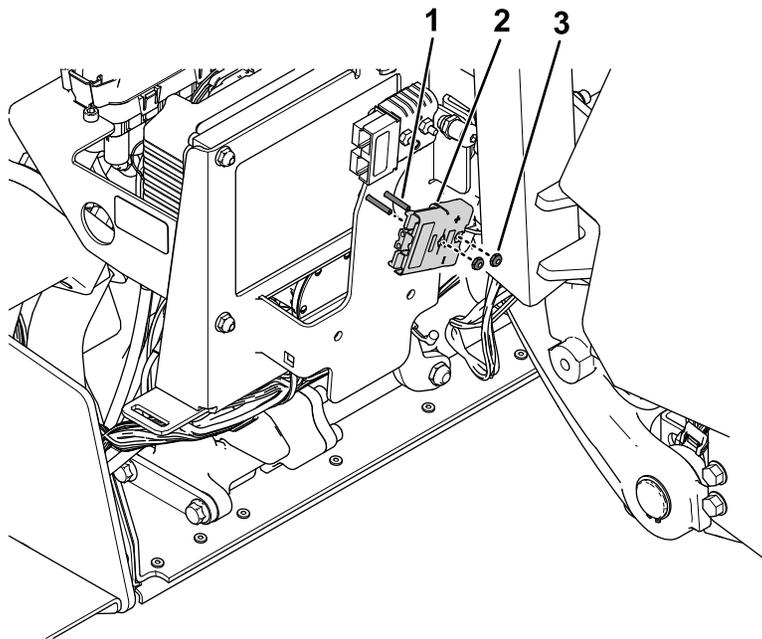

Bild 37
4. Entfernen Sie den vorhandenen Ladeanschluss vom Rahmen (**Bild 37**). Bewahren Sie den Steckverbinder und die Befestigungsteile auf.